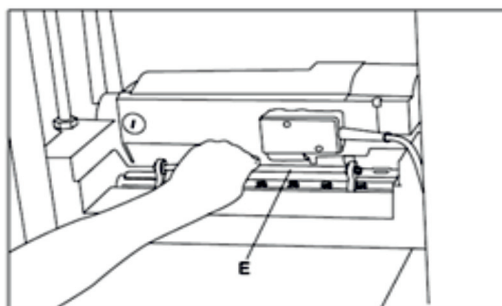

Рис. 5
1. Для установки высоты выступа ножа на 1,5 мм используйте шаблон для установки ножей (Е) (Рис. 5), поместив его на режущую головку и на режущие ножи.